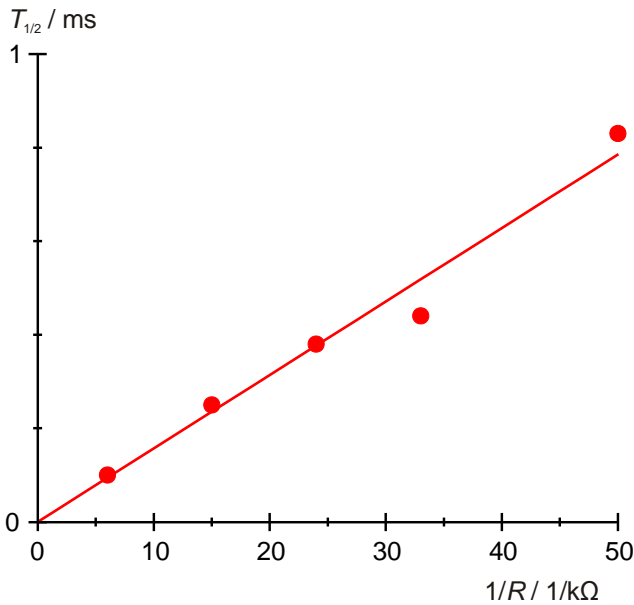

Fig. 5: Tiempo de vida media $T_{1/2}$ como función del inverso del valor de la resistencia R .
- Marque en un diagrama los tiempos de vida media $T_{1/2}$ de la tabla 3 en función de los valores inversos de las resistencias óhmicas R y trace una recta que parta del origen (Fig. 5).
- Para comprobar la ecuación (3) determine la inductancia L a partir del ascenso de la curva m_L .